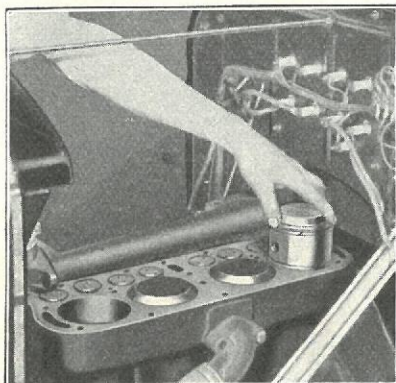

Fig. 238
- (g) Skyd Stemplerne Nr. 1 og 4 op i Cylindrene til Stempelringene kommer over Cylinderplanet og udtag dem som vist i Fig. 238.